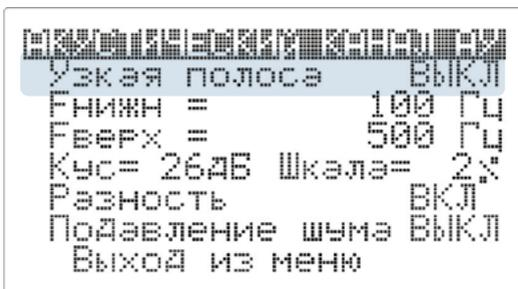

Рисунок 5 – Экран настроек в режиме «Узкая полоса– ВКЛ»
4.6.2.1 В режиме «Узкая полоса – Выкл» (Рис. 5) возможна регулировка полосы пропускания частот путем установки граничных частот полосы пропускания – нижней «Fнижн» и верхней «Fверх» – следующие две строки меню. Fнижн может принимать значения от 70 до 1000 Гц. Fверх – от 400 до 3000 Гц.